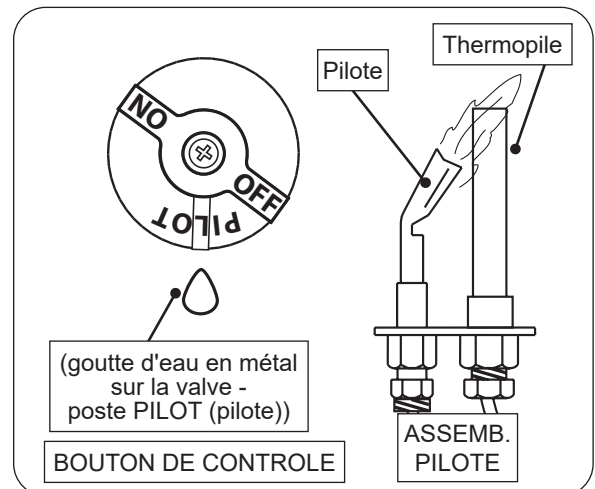

Fig. 47-1 Éclairage pilote
3. Localisez l'assemblage de la veilleuse sur le côté ou à l'arrière du bac du brûleur (voir Fig. 47-1).
4. Tournez le bouton de commande dans le **sens antihoraire** sur **PILOT (pilote)**. Appuyez **fermement et complètement** sur le bouton de commande et maintenez-le enfoncé. Tenez une allumette allumée à longue tige / un briquet au butane à long cou près du thermopile pour allumer la veilleuse. Continuez à maintenir le bouton enfoncé pendant environ une (1) minute après l'allumage de la veilleuse. Relâchez le bouton et il ressortira. La veilleuse restera allumée. Voir la Fig. 47-1. S'il s'éteint, répétez les étapes 2 à 4.